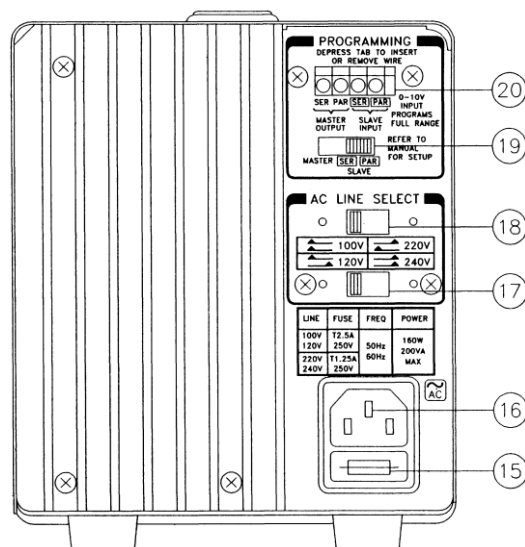

Рис. 6.3. Задняя панель
6.4 Органы управления задней панели (рис. 6.3)